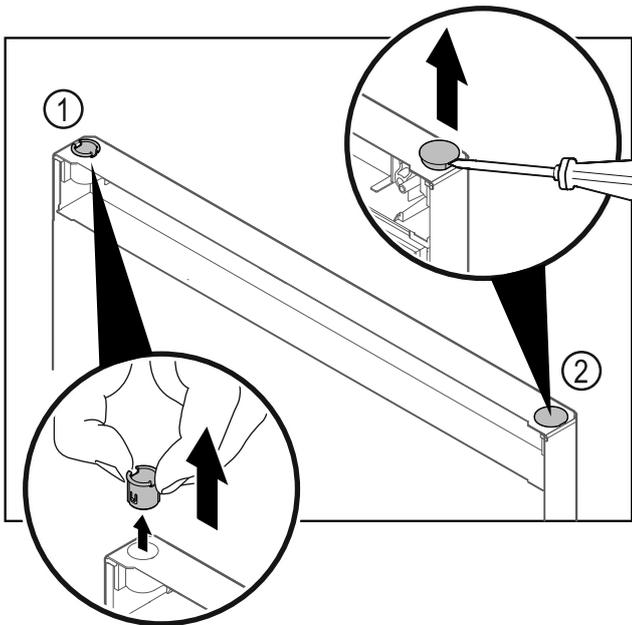

Fig. 35 Dvere mrazničky
- ▶ Vytiahnite puzdro závesu Fig. 35 (1) prstami.
- ▶ Plochým skrutkovačom opatrne nadvihnite kryciu zátku Fig. 35 (2) a vytiahnite ju.